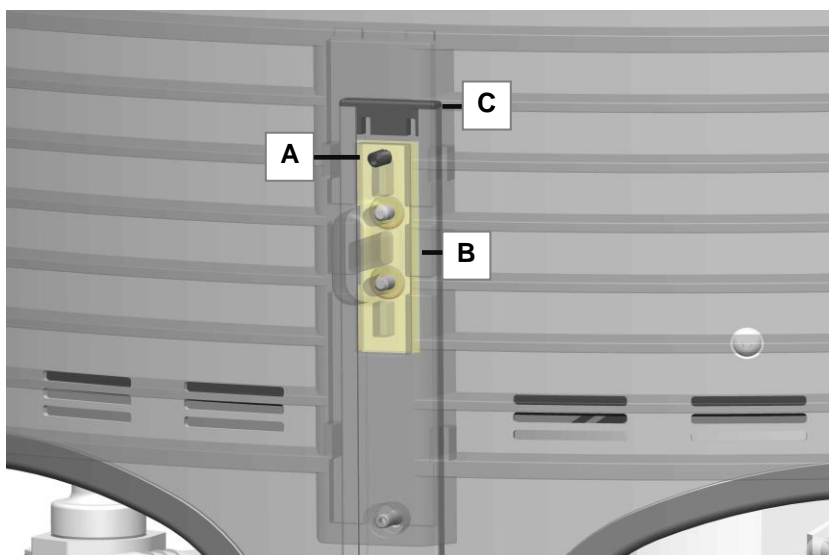

Fig. 4.2.1 Mecanismo de guía de la rejilla protectora
1. Desenrosque los tornillos prisioneros (*Fig. 4.2.1.A*) de los extremos superiores de los dos rieles de guía.
2. Inserte las dos rejillas protectoras con el carro (*Fig. 4.2.1.B*) desde arriba en los rieles de guía.
4. Inserte los tapones de plástico (*Fig. 4.2.1.C*) del rieles de guía.